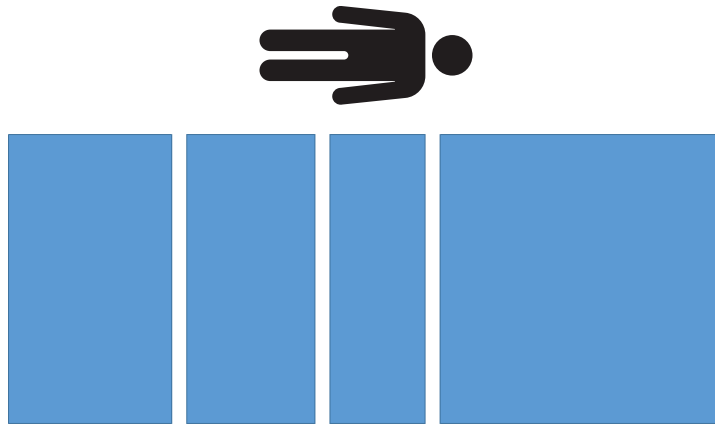

Figura 33 – Prueba de tara - sin peso
13. Retire todos los pesos calibrados del producto (Figura 33).